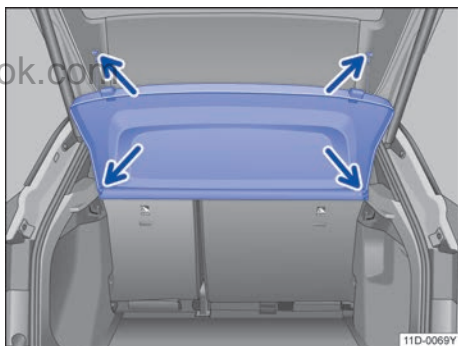

图 119 行李厢内：拆卸和安装行李厢挡板
- 将固定带从行李厢盖上摘下 → 图 119（上部箭头）。
- 从上方将行李厢挡板按压到侧托架内→图 119（下部箭头）。